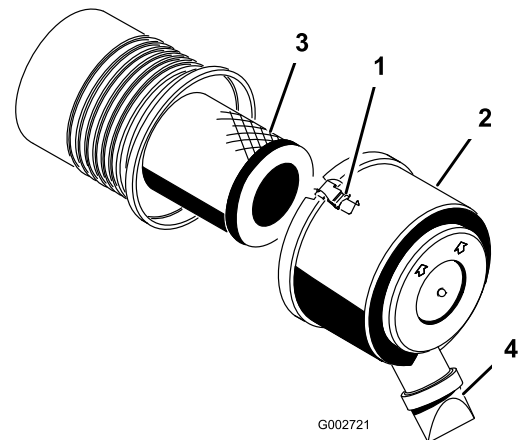

Figura 18
1. Liberte os trincos que fixam a cobertura do filtro de ar ao respectivo corpo (Figura 18).